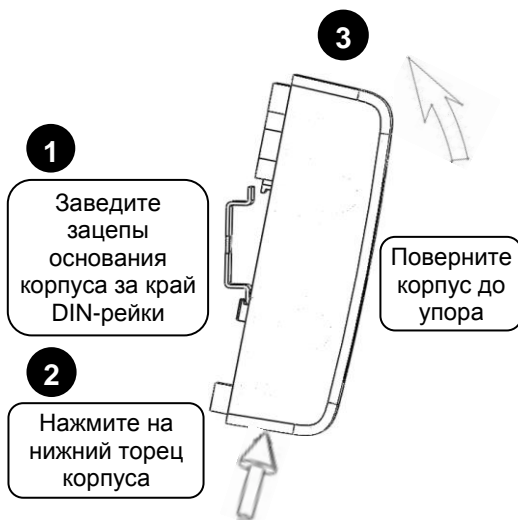

Рисунок 3. Крепление блока на DIN-рейку
3.3.1 Установите блок на DIN-рейку в порядке, указанном на рис. 3.
3.4.2 Установите блок на DIN-рейку в порядке, указанном на рис. 3.